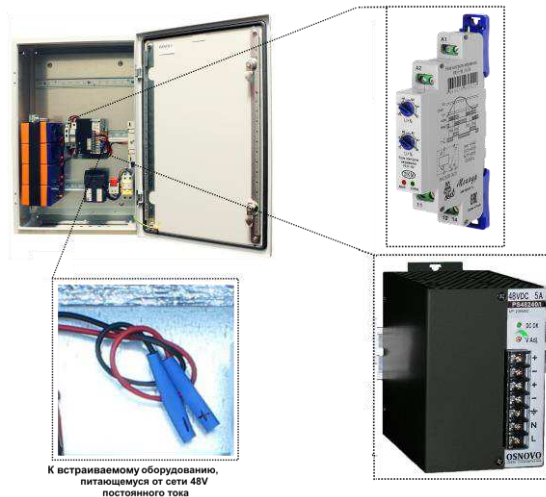

Рис.4 Точка подключения оборудования к 48V для моделей уличных станций с установленным БП и резервным питанием на примере модели OS-46TB1
Точкой подключения встраиваемого оборудования, питающегося от DC 48V (коммутатора и тд) является плюсовой выход (14) с реле контроля напряжения и минусовой выход (V-) с блока питания. Данная точка 48V постоянного тока уже выведена отдельными проводами с маркировкой «+» и «-» и готова к подключению (рис.4)